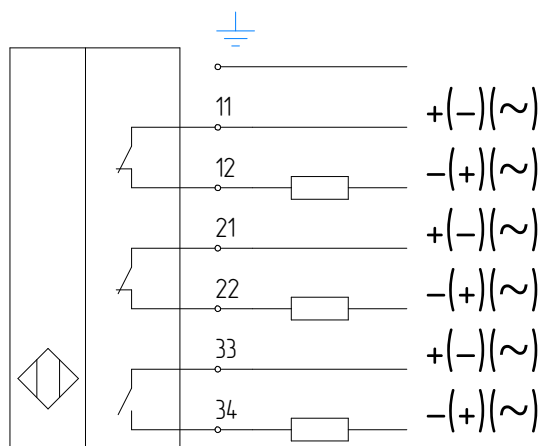

Рис.4
- 7.3. Подключить датчик в соответствии со схемой подключения (Рис.4). Для подключения необходимо :